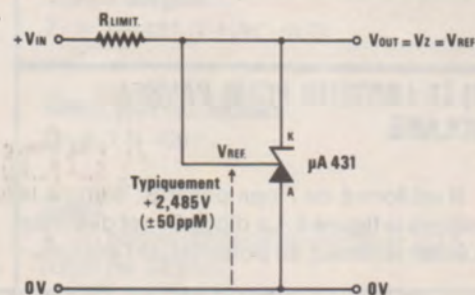

Figure 3 : Montage de base du $\mu A 431$ (précision maximum).
Sur la figure 3, nous l'avons représenté dans son application fondamentale, en étalon de tension de 2,5 V. Il suffit de réunir B_{REF} à la cathode (K) et de travailler avec un courant I_z compris entre 2 et 100 mA. Dans ce cas, $V_{OUT} = V_z = V_{REF} = 2,485$ V (typiques).